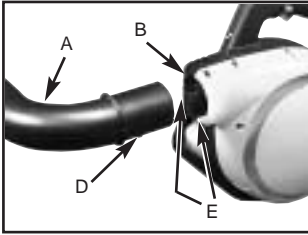

Fig. 4-3A
1. Insert vacuum tube (A) into blower housing (B). Align tabs (D) on tube with grooves (E) in housing (Figure 4-3A).
1. Introduire le tube de l'aspirateur (A) dans le carter du souffleur (B). Aligner les pattes (D) du tube avec les gorges (E) du carter (Figure 4-3A).